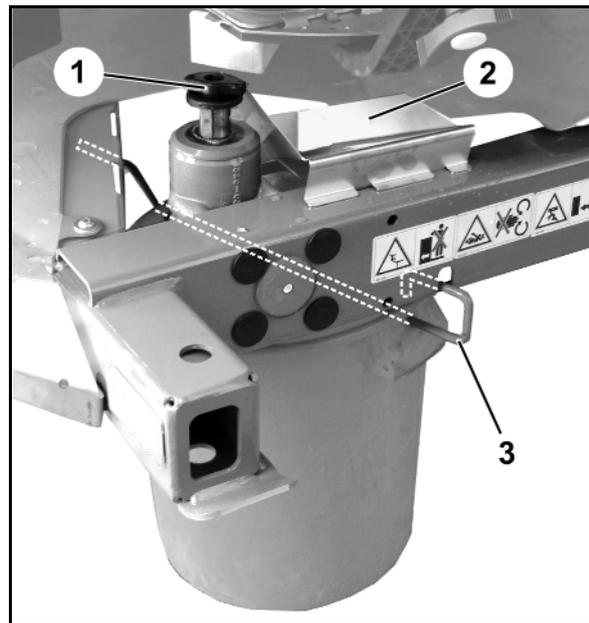

Fig. 54
- 2.1 Flügelschraube (Fig. 54/1) zur Befestigung der Streuscheibe heraus-schrauben und Streuscheibe von Getriebe-welle abziehen.
3. Düngerrutsche (Fig. 54/2) am Rahmen ein-hängen.
4. Auffangbehälter mittels Bügel (Fig. 54/3) wie gezeigt, am Rahmen einhängen.